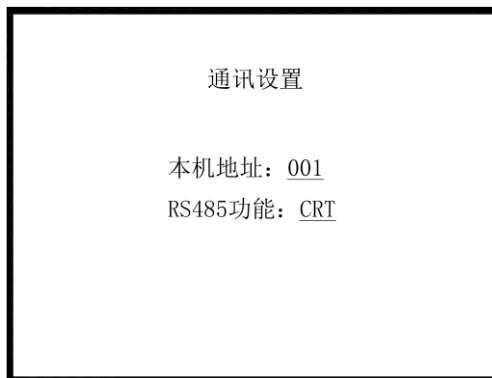

图6-3
6.2 通讯设置 按数字“2”，输入密码“119119”，再按确认键。如图6-3